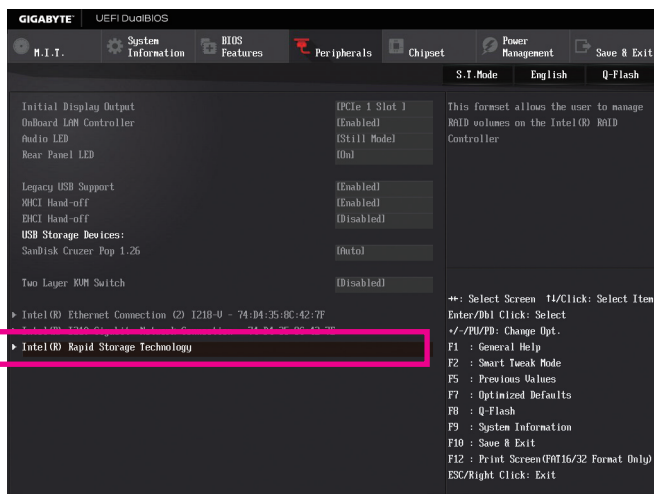

図 3
システムの再起動後、再度 BIOS セットアップに入ります。続いて **Peripherals/Intel(R) Rapid Storage Technology** サブメニューに入ります(図3)。